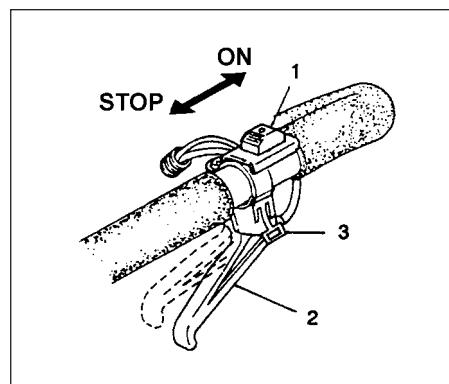

Fig. 2-2
1. Sæt tændingskontakten (1) på positionen ON. (Fig. 2-2)
2. Hvis maskinen er udstyret med en lås (3) til gashåndtaget træk gashåndtaget (2) og bliv ved med at skubbe til låsen (3) for at frigøre det låste håndtag (Fig. 2-2).